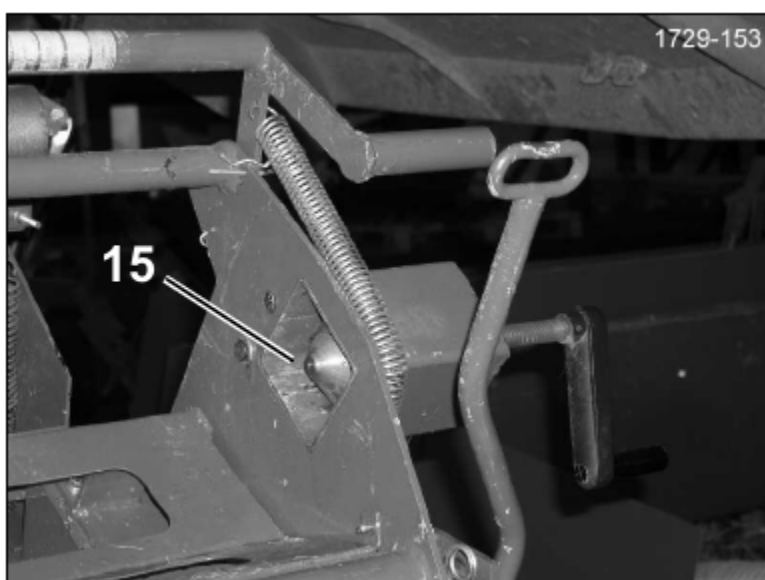
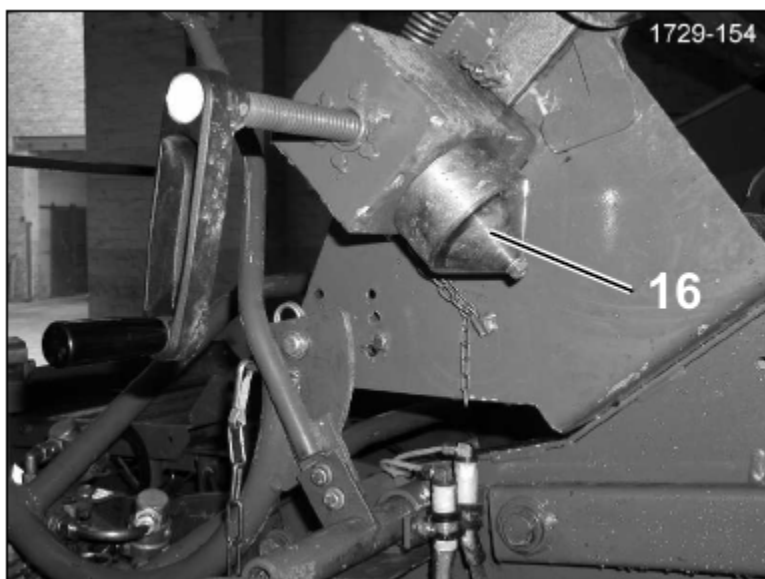

Рисунок 38
Рисунок 39
(Рисунок 38 и рисунок 39) В зависимости от ширины рулона сетки при использовании можно установить удлинитель натяжной шпindel (16) на оригинальный натяжной шпindel (15):